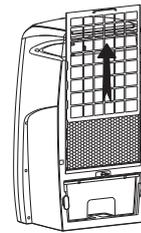

Fig.1
2. Ruotare il gancio di blocco del serbatoio, in posizione orizzontale (**Fig.1-a**).
Rimuovere la griglia di protezione facendola scorrere delicatamente verso l'alto (Fig.1)